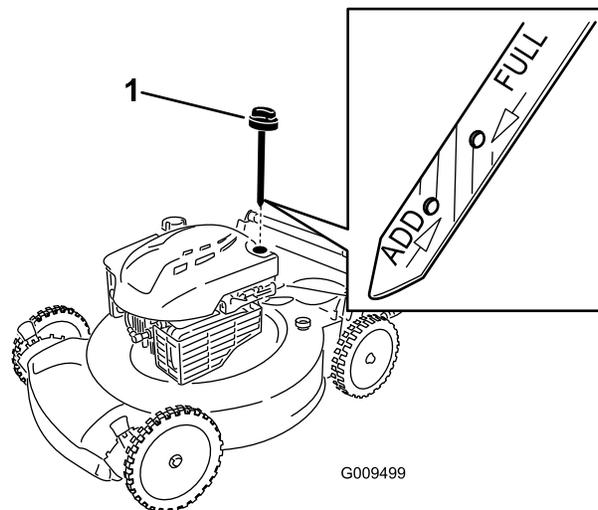

Рисунок 10
2. Выньте щуп для измерения уровня, протрите его, и затем вставьте на полную глубину (Рисунок 10).
3. Выньте щуп и проверьте уровень масла (Рисунок 10). Если уровень масла ниже отметки **Add (Долить)** на масломерном щупе, медленно заливайте масло в маслозаливной патрубком, чтобы поднять уровень масла до метки **Full (Заполнено)** на масломерном щупе. **Не допускайте переполнения.**